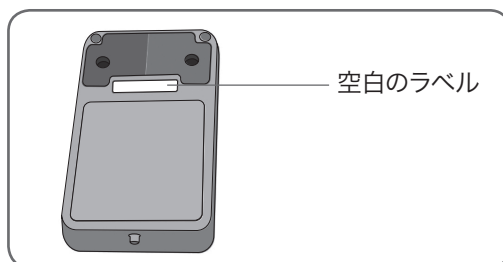

図 33 : システム ID 番号を記入するための RF スティムユニットのラベル
4. NESS L300 キャリング ケースのシステムID 番号 (例:A334) を見つけて、新しい RF スティムユニット裏面の空白のラベルに記入してください (図 33 を参照)。この ID 番号で新しい RF スティムユニットがどの NESS L300 システムに登録されたかがわかります。